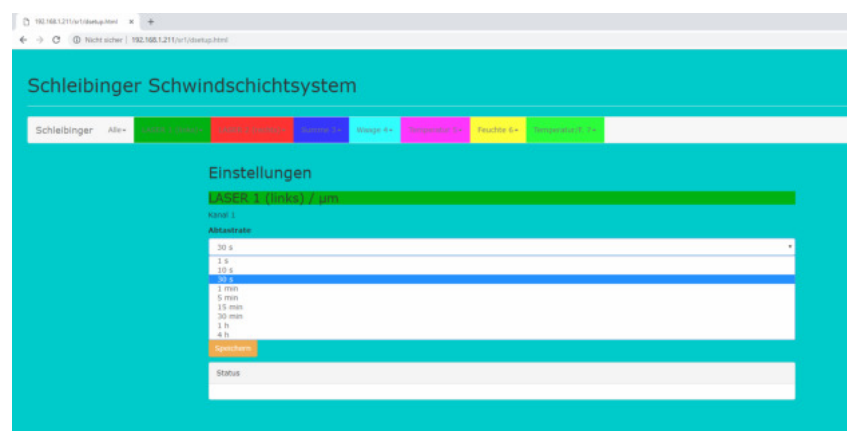

Abbildung 13: Einstellung der Abtastrate
**Abtastrate** Hier kann die Abtastrate eingestellt werden. Die Abtastrate kann zwischen 1s und 4 h gewählt werden (Abb. 13).